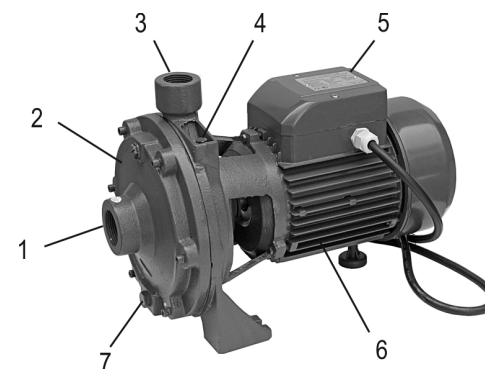

Рис. 2. Общий вид.
Электронасос состоит из следующих основных узлов (рис.2): центробежного двухступенчатого насоса (2), асинхронного двухполюсного электродвигателя (6) и блока подключения (5). Корпус насоса имеет входное отверстие (1), выходное отверстие (3), заливное (4) и сливное (7) отверстия.